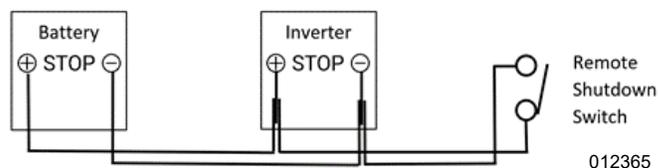

Figura 4-13. Cableado en paralelo del interruptor de desconexión remota
3. Consulte la **Figura 4-13**. Los terminales de DETENCIÓN y el interruptor de desconexión remoto se pueden conectar en paralelo. En este caso la polaridad sí importa. Conecte “STOP +” del primer dispositivo a “STOP+” del segundo dispositivo. Conecte “STOP-” del primer dispositivo a “STOP-” del segundo dispositivo. Desde cada dispositivo, coloque un par de hilos desde los terminales de DETENCIÓN al interruptor de desconexión remota.